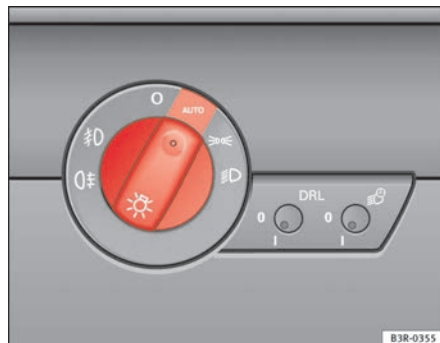

Fig. 86 Pormenor do painel de instrumentos: Comutador das luzes
- Rode o interruptor das luzes ⇒ fig. 86 até à posição **AUTO**.